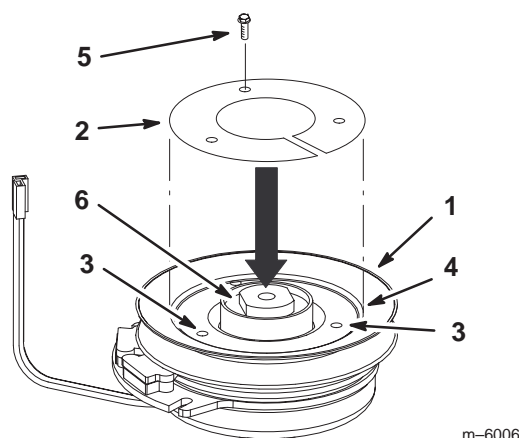

Figure 4
6. Placez le gabarit dans la poulie d'embrayage de manière que le diamètre extérieur soit de niveau avec l'intérieur du flasque de l'embrayage (Fig. 4).
7. A l'aide du gabarit, percer un avant-trou de 3 mm dans la poulie (Fig. 4).
8. Introduisez la vis (N° 6 x 1/2") dans le trou de 3 mm (Fig. 4). Elle empêchera le gabarit de bouger pendant que vous percez les deux autres trous.
9. A l'aide du gabarit, percez les deux autres avant-trous de 3 mm dans la poulie (Fig. 4).
10. Retirez le gabarit et la vis (N° 6 x 1/2") et mettez-les au rebut (Fig. 4).
11. Percez 3 trous de 9 mm de diamètre dans les avant-trous de 3 mm. (Fig. 4).